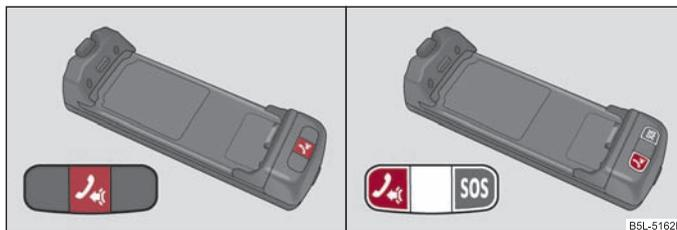

Fig. 124 Immagine: Adattatore a un tasto / adattatore a due tasti
Panoramica delle funzioni del tasto (PTT - "push to talk") sull'adattatore ⇒ fig. 124:
Su alcuni adattatori, oltre al tasto  è anche presente il tasto  ⇒ pag. 126, fig. 124 - lato destro. Premendo il tasto per 2 secondi viene selezionato il numero 112 (chiamate d'emergenza).
- premendo brevemente il tasto  sull'adattatore 13) → pag. 126, fig. 124;